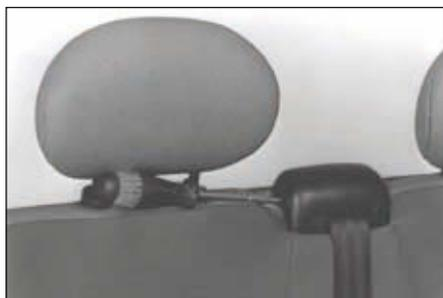

FIG.54
- Déposer les vis de fixation (Fig.54) du cache guide de sangle de ceinture.